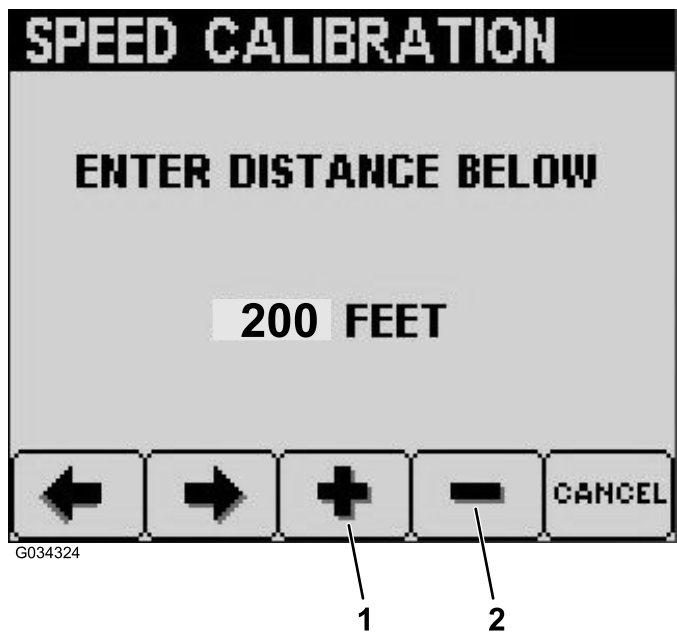

Figure 40
7. Appuyez sur le bouton 3 pour augmenter la distance souhaitée ou sur le bouton 4 pour la réduire (Figure 40).